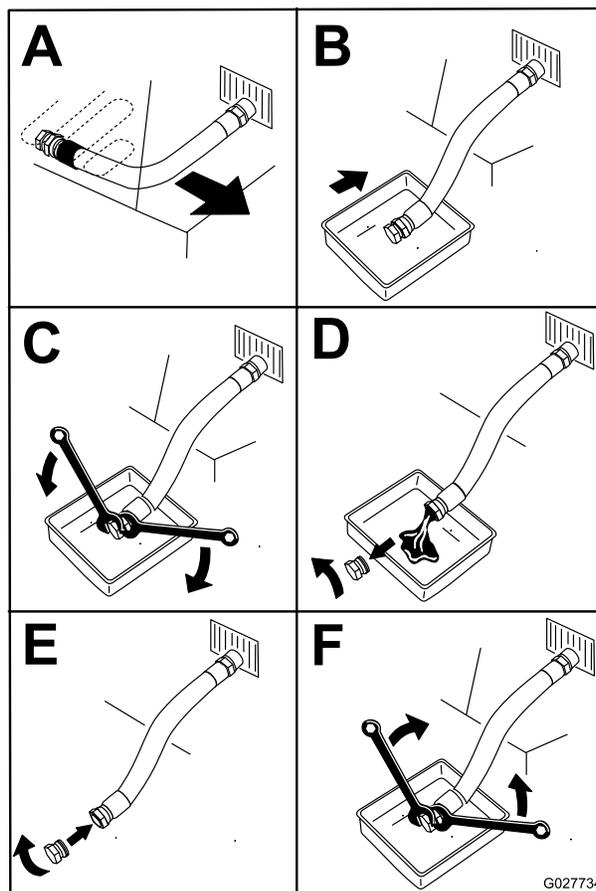

Рисунок 59
5. Слейте масло из двигателя (Рисунок 59).